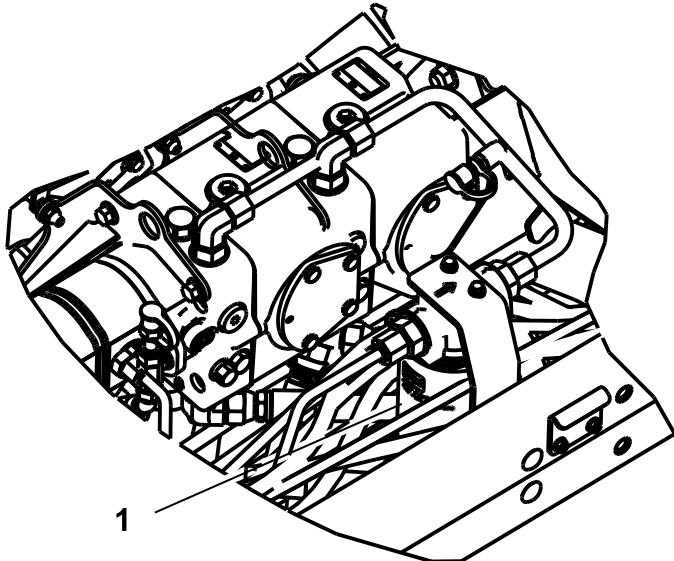

Figura 76
2. Pulite la superficie circostante il filtro e collocate una bacinella di spurgo sotto il filtro (Figura 76).